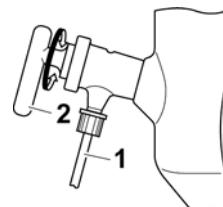

Bild 4-23: Einleitschlauch
Das System lässt sich mit dem Hahnküken (Bild 4-23 (2)) des Einleitrohrs belüften:
→ Hahnküken (Bild 4-23 (2)) des Einleitrohrs langsam nach oben drehen.